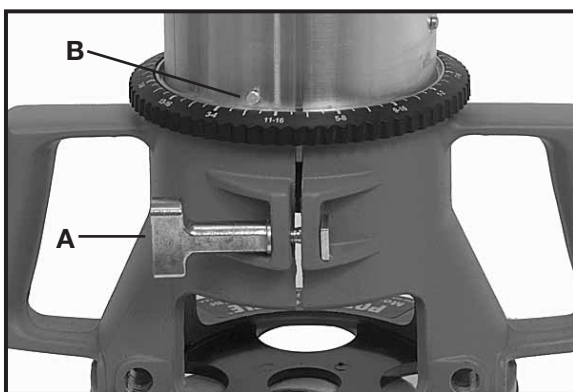
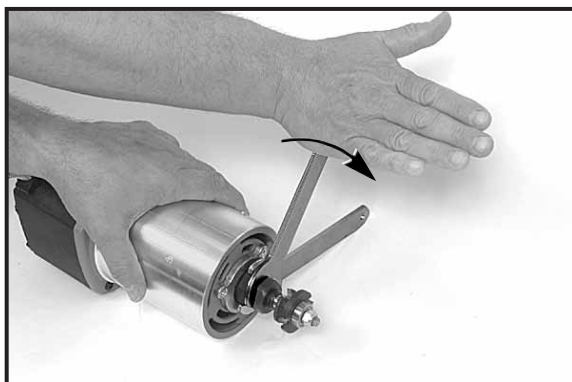

Fig. 1
Fig. 2
- (a) Desserrez la vis de la pince (A) Fig. 1.
- (b) Tout en tenant la base, tournez le moteur en SENS ANTI-HORAIRE jusqu'à ce que la cheville inférieure (B) dans le carter du moteur soit dégagée de la rainure de la base.
4. Placez une clé sur les plats du mandrin avec l'extrémité opposée de la clé reposant sur l'établi à votre gauche, Fig. 2.
5. Placez une clé sur les plats du mandrin avec l'extrémité opposée de la clé reposant sur l'établi à votre gauche, Fig. 2.
6. Placez l'autre clé sur la douille et serrez en SENS ANTI-HORAIRE comme illustré à la Fig. 2. SERREZ FERMEMENT.
1. Desserrez la vis de la pince (A) Fig. 1 pour permettre de placer l'unité de puissance dans la base.
2. Insérez le moteur dans la base en alignant la cheville inférieure (B) sur la rainure de la base.